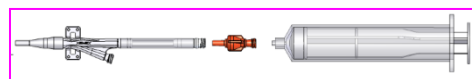

図 1. バルーン陰圧操作
- (1) トレーを滅菌袋から清潔域に取り出したら、IAB カテーテルの分岐部の He と書かれたガス用チューブに一方向弁を接続する。(図 1 参照)
- (2) 一方向弁後側に 50mL 空気抜きシリンジを接続し、IAB カテーテル内が十分な陰圧状態になるまで引くこと。その後シリンジのみを外し IAB カテーテル内の陰圧状態を保持すること。